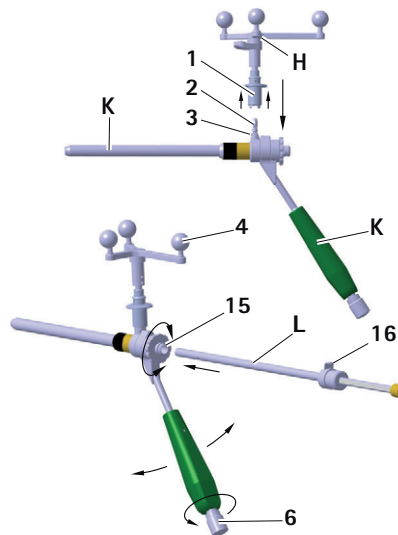

Fig. 12 Montering av Aesculap-stjärnenheten på S⁴C-styrhylsan; insättning av S⁴C-innerborrhylsan
- För att säkerställa en obegränsad sikt för kameran på de reflekterande markeringskulorna: vrid knoppen **6** på S⁴C-handtaget till S⁴C-styrhylsan **K** och vrid Aesculap-stjärnenheten **H** till önskad position, se Fig. 12.
- Trä innerborrhylsan **L** på den inre hylsan **15**. Innerborrhylsan hakar fast i den inre hylsan och kan vridas, se Fig. 12.